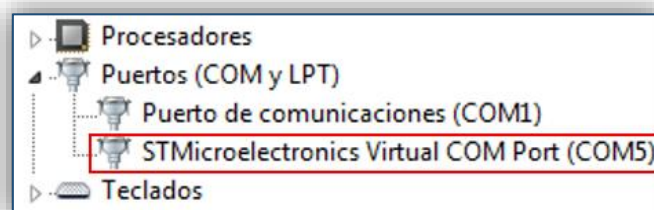

Figura 7. Información del puerto serie de enlace entre el PC y la central en Windows 7.
- Instalar el driver para que el I-link pueda comunicarse con la central. Dicho de otro modo, si no instala este driver el I-link no podrá comunicarse con la central a través del puerto serie (USB). Una vez instalado, en caso de que el S.O sea Windows 7, se puede ver en el Administrador de dispositivos del PC la información como la de la Figura 7.